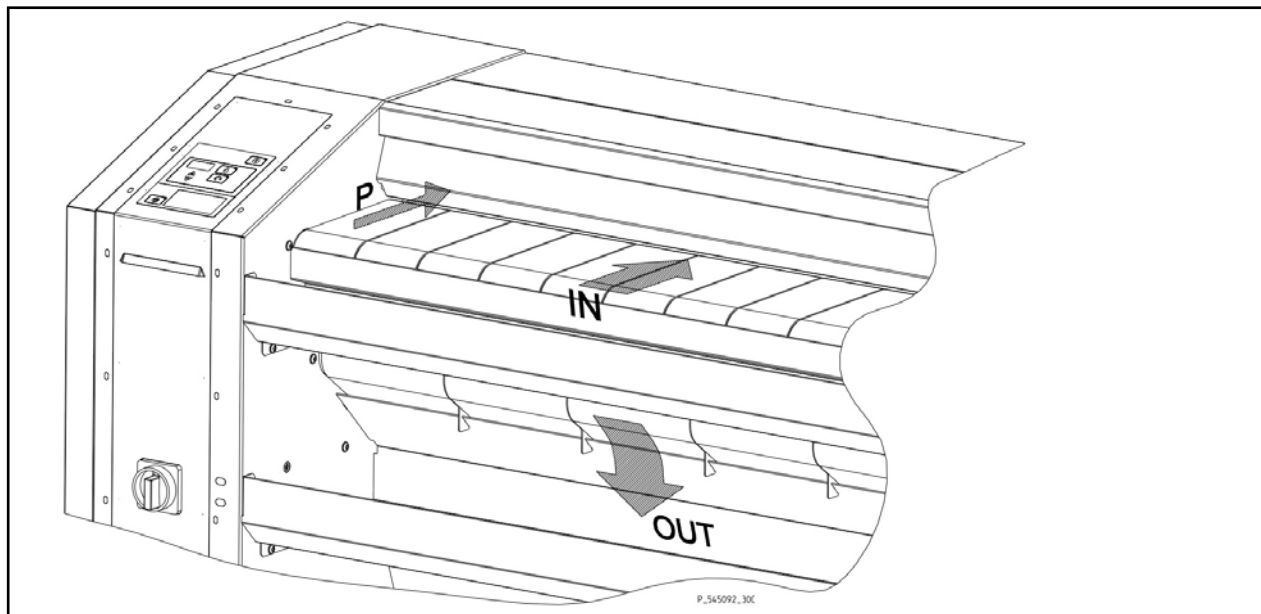

Figura 5.5.
- Dopo che vengono soddisfatte le condizioni di stiratura introdurre la biancheria sul piano d'introduzione (direzione „IN“ in figura 5.5.). Procedere in conformità alle raccomandazioni specificate nei seguenti capitoli:
- La biancheria asciutta e stirata viene scaricata sul piano della biancheria stirata - direzione „OUT“ in figura 5.5. Togliere continuamente la biancheria stirata e piegarla.
- Il listello salvadita, rappresentato in figura 5.5., è il sistema di sicurezza che serve a proteggere le dita nella sezione dell'introduzione della biancheria.
- Figura 5.5. – piano d'introduzione con il listello salvadita, punto di uscita della biancheria stirata.